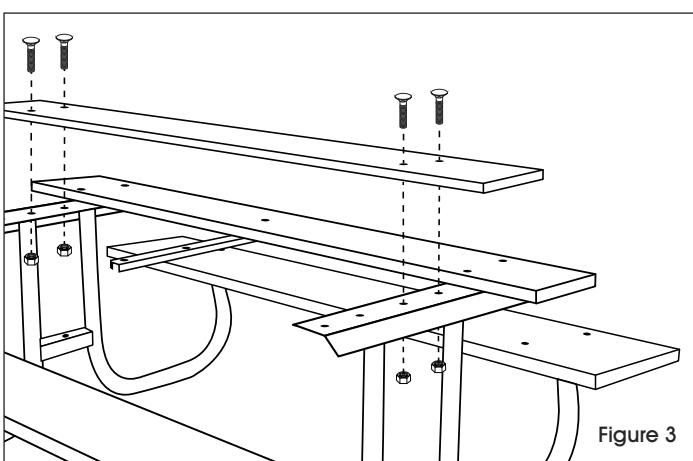

Figure 3
5. Fixez la planche du plateau de table intérieure au cadre à l'aide de boulons de carrosserie de 2 1/4 po, de rondelles de blocage et d'écrous hexagonaux. (Voir Figure 3)